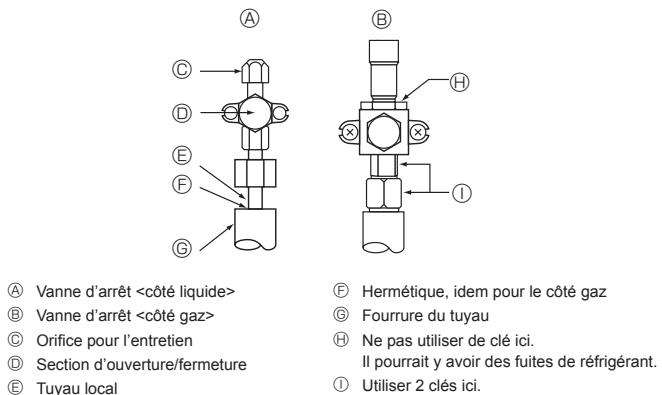

Fig. 4-5
4.4. Test d'étanchéité des tuyaux de réfrigérant (Fig. 4-5)
- Si la pression diminue à l'étape (2) ou (3), il y a une fuite de gaz. Rechercher l'origine de la fuite de gaz.